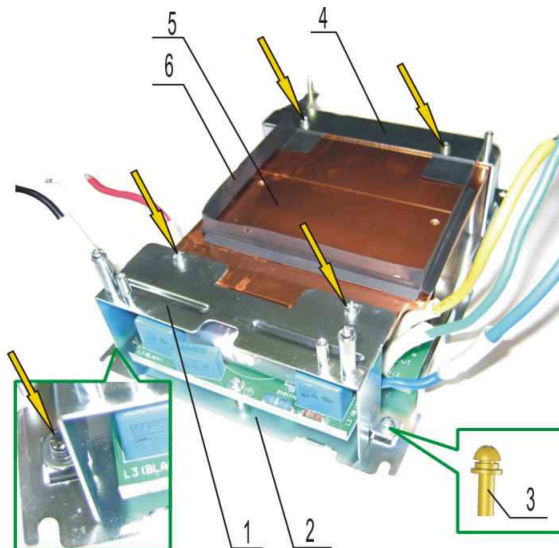

Рисунок 7.2
7.2.2 Установить прокладку на радиатор 5, закрепив ее двумя винтами (рисунок 7.2).